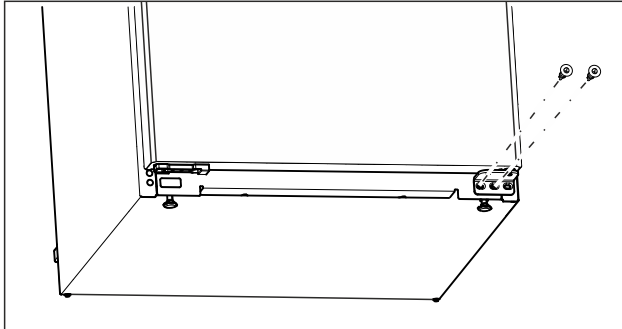

Fig. 12
- ▶ Csavarja ki az alsó csapágybakon a középső csavart Torx 20 csavarhúzóval. (lásd Fig. 12)
- ▶ Csavarja ki az alsó csapágybakon a belső csavart Torx 20 csavarhúzóval. (lásd Fig. 12)